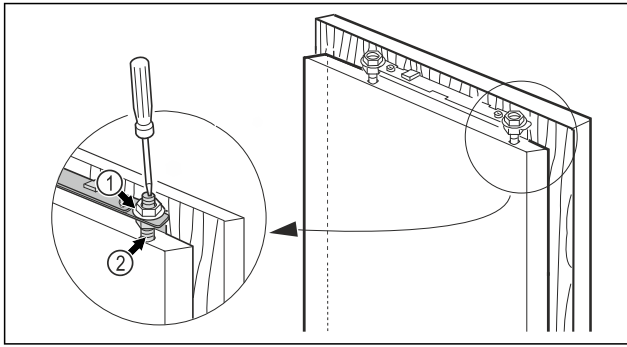

Fig. 23
- ▶ Draai de borgmoeren Fig. 23 (1) vast met een zeskant-sleutel 13 en houd de stelbout Fig. 23 (2) vast met een schroevendraaier.